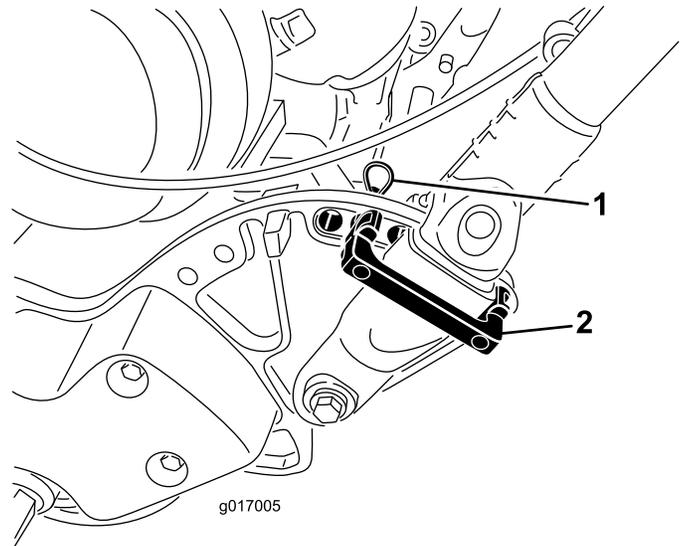

Figura 27
1. Retire las chavetas de los seguros de retención del manillar en cada lado de la máquina (Figura 27).
2. Sujetando el manillar, retire las chavetas de cada lado y gire el manillar a la posición de operación deseada (Figura 27).